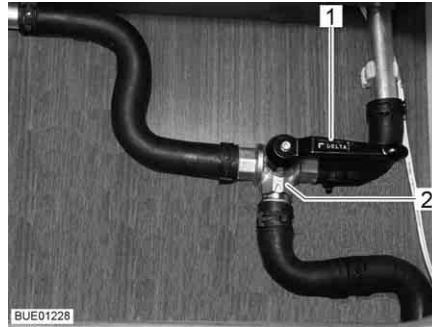

Fig. 171 Vanne à 3 voies
- Positionner le levier (Fig. 171,1) de la vanne à 3 voies (Fig. 171,2) parallèlement au sens du débit linéaire (Fig. 171).
- Positionner le levier (Fig. 171,1) de la vanne à 3 voies (Fig. 171,2) perpendiculairement au sens du débit linéaire.